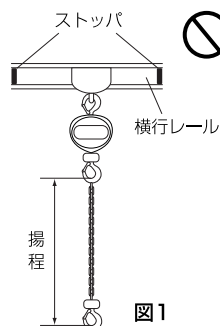

図1
- (4)トロリと組み合わせて使用される場合は、トロリの取扱説明書を熟読し正しくご使用ください。
- (5)トロリを取り付けされるレールの両端末にはストッパを取り付けてください。図1
- (6)つった荷を揺らしてはいけません。
- (7)定格荷重を超える荷は、絶対につらないでください。
- (8)損傷を受けたり、異音がするチェーンブロックを使用しないでください。
- (9)ロードチェーン、手鎖に次の異常があるときは絶対に使用しないでください。
- (10)ロードチェーンの切断・継ぎ足し、溶接は絶対に行わないでください。
- (11)チェーンブロックの改造は絶対にしないでください。